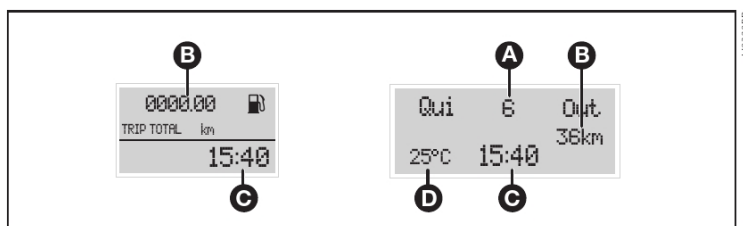

fig. 44
- Hodômetro total/parcial (B-fig. 44).
- Relógio (C-fig. 44).
- Temperatura externa (D-fig. 44).
- Data (A-fig. 44).